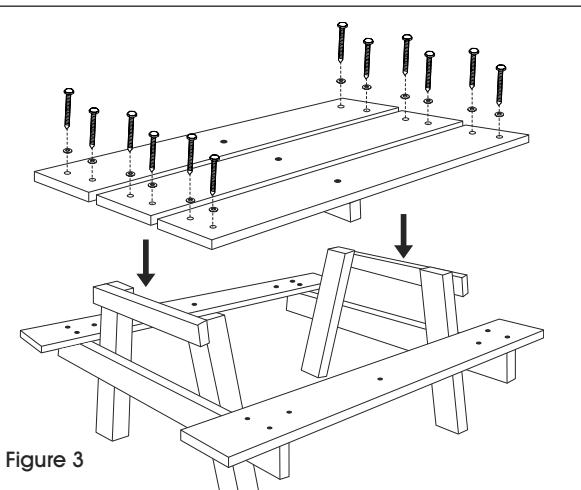

Figure 3
6. Placez les trois planches de table sur les bases en A. Alignez les trous prépercés sur la base en A. Fixez sans serrer les planches de table à la base en A à l'aide des tire-fonds de 3 ½ po et des rondelles en utilisant la perceuse et la douille tournevis de 7/16 po (à bien visser plus tard à l'étape 8). (Voir Figure 3)